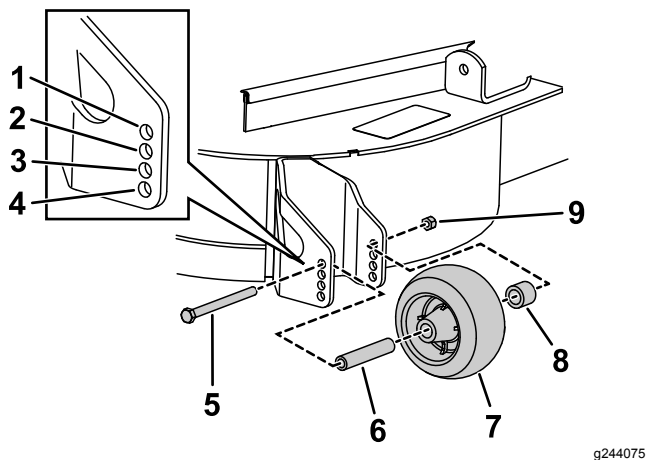

Bild 14
1. Nach dem Einstellen der Schnitthöhe sollten Sie die Rollen einstellen. Nehmen Sie die Bundmutter, die Büchse, das Distanzstück und die Schraube ab (Bild 14).
3. Setzen Sie die Bundmutter, die Büchse, das Distanzstück und die Schraube ein. Ziehen Sie sie bis auf 54-61 Nm an (Bild 14).